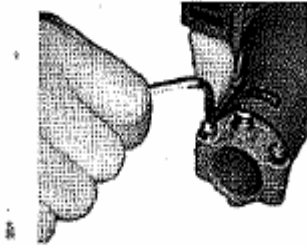

Figure 4
2. Utilice la llave Allen de 4mm. para aflojar la abrazadera del tubo tal y como muestra la Imagen 4.